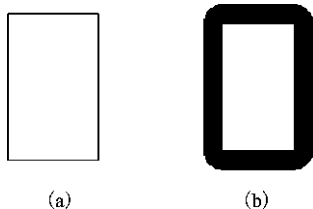

图 1-16 50 mm×80 mm 的矩形
【实例 1-5】 绘制如图 1-16 所示的两个矩形。图 1-16(a)图为 50 mm×80 mm 的普通矩形,1-16(b)图为 50 mm×80 mm 的矩形,其中线宽为 10 mm、四角圆角半径为 5 mm。
①执行【矩形/REC】命令绘制图 1-16(a)普通矩形,命令行提示: